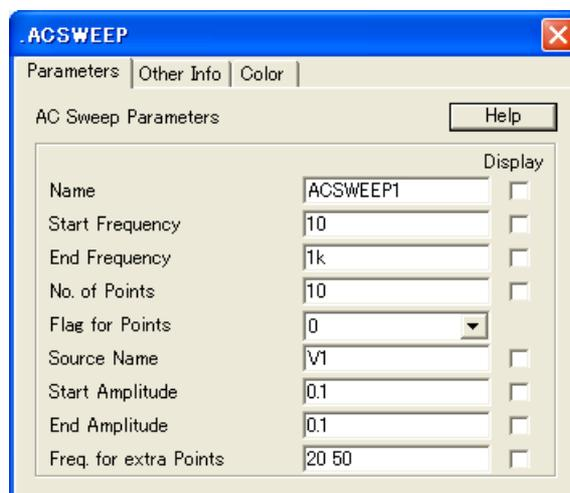
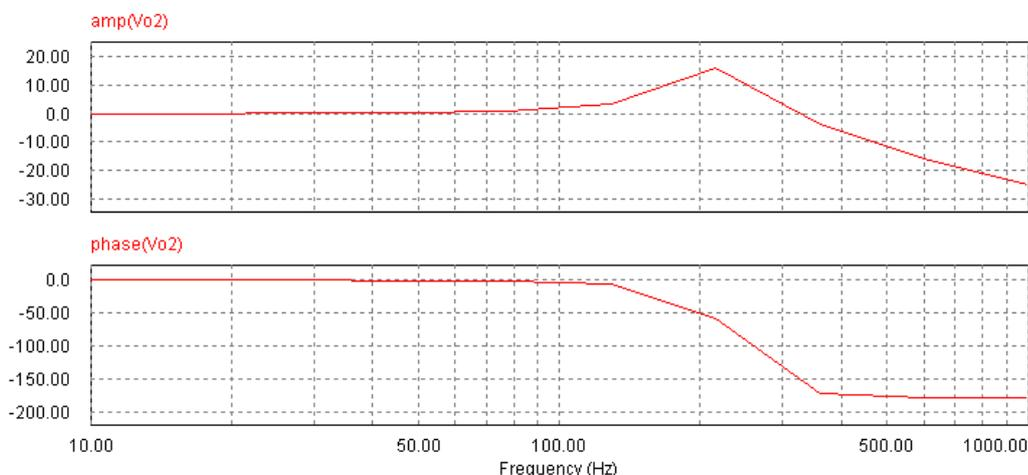
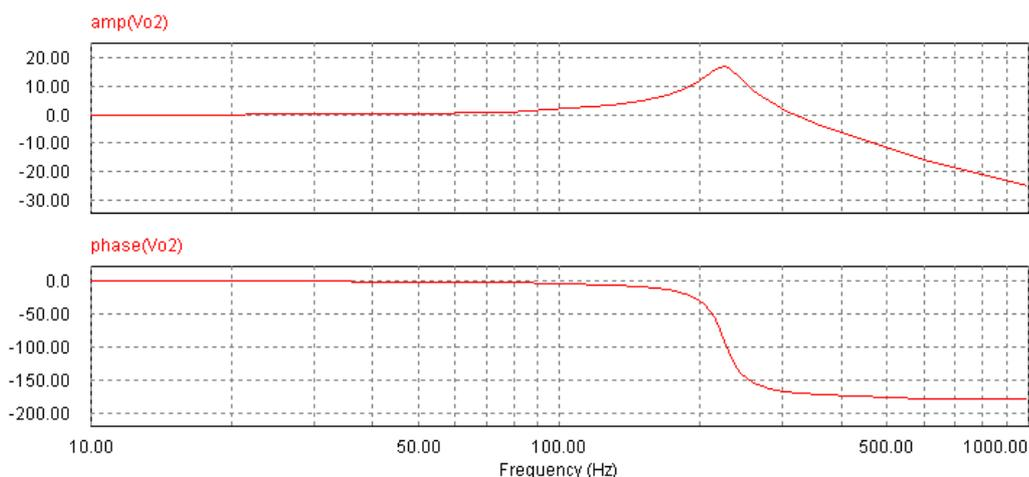
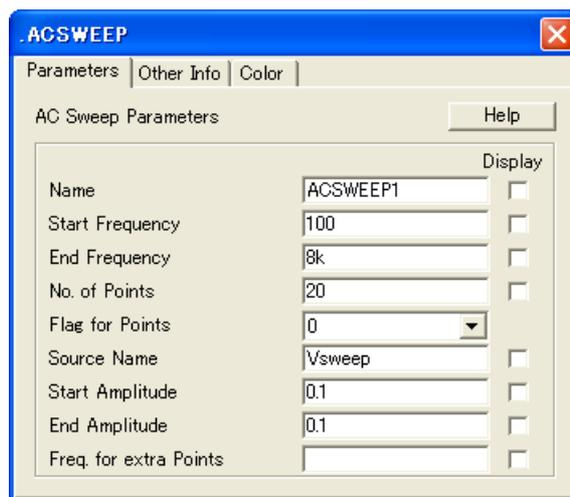

図 2. PSIM .ACSWEEP ウィンドウ
図 3. Simview AC 解析シミュレーション結果 1
図 4. Simview AC 解析シミュレーション結果 2
図 7. AC Sweep ブロックウィンドウ
1. 次にAC解析の設定（周波数範囲、周波数刻みなど）を行います。「AC Sweepブロック」をダブルクリックします。図2のようなウィンドウが立ち上がります。
- 「Source Name」は正弦波電圧源の名前を入れます。AC解析は、ここで定義された正弦波電圧源を入力として、その周波数をポイントごとに変化させて、各周波数ポイントで各プローブ点から出てくる信号を見るという考えを持っています。よってAC解析をする際は、正弦波電源設定ウィンドウで周波数を設定することは意味を持たないので、行う必要はありません。今回の場合、最初にPSIM上に設置した正弦波電圧源は、その名前をチェックして図2のウィンドウに書き込む以外、設定を変更する必要はありません。
1. PSIMメイン画面で「Run Simulation」をクリックしてシミュレーションを開始します。シミュレーションが終了しまして、Simviewを立ち上げますと、図3のようなAC解析結果を見ることができます。上は入力電源と出力部間の利得を、下は位相差を表しています。このシミュレーション結果から、利得が最も小さくなっている共振点の周波数を見ると216Hz位ですが、この点での位相はおよそ59度です。このRLC共振回路は理論上、共振点では位相が90度回っていなければなりませんので、正しく共振点を読み取れていないと言えます。
2. そこで周波数ポイントの取り方を細かくします。方法としては、図2内の「No. of Points」の数を増やすことです。しかし、この方法では、共振点付近以外の注目しない範囲の周波数帯も細かく見るようになるので、シミュレーション時間が無駄に長くなることがあります。そこで図2内の「Freq. for extra Points」を使います。この欄内に150から300Hzまで10Hzずつ増加するように、その中でも200から250Hzまでの範囲は5Hzずつ増加していくように、共振周波数付近のシミュレーションポイントを細かくしました。そしてシミュレーション結果は図4のようになります。図3よりも滑らかなグラフになっていることが確認できます。利得が最も小さくなっている共振点の周波数を見るとおよそ225Hz、この点での位相はほぼ90度です。より正確な共振点を読み取れていると言えます。このようにシミュレーション時間が多くなる可能性があります、周波数ポイントはたくさん取っておくことをお勧めします。
5. 最後に「AC Sweep ブロック」の設定を行います。図 7 にウィンドウを示しています。することは図 2 を用いて説明したことと同じことです。「Source Name」を「VswEEP」になっていることを確認して下さい。今回はその他の設定は変えずに進みます。